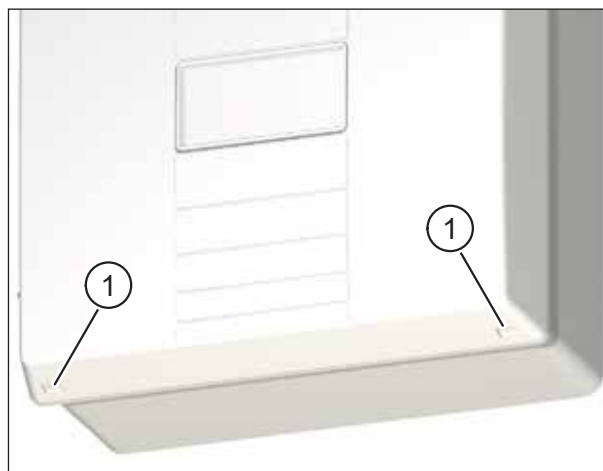

Fig. 13 : Démontez le couvercle de l'appareil d'aération
- ▶ Appuyez, en vous aidant des deux pouces, sur les deux crochets encliquetables (pos. 1 dans Fig. 13) sur la face inférieure de l'appareil d'aération. Le couvercle de l'appareil s'enlève.